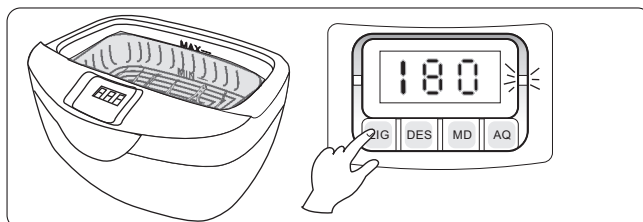
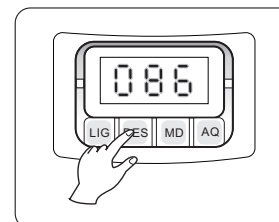

Fig. 14
Fig.15
- 7► Pressione a tecla **LIG** para iniciar a limpeza (Fig. 14), neste momento o operador ouvirá o ruído típico do funcionamento do equipamento, ou seja, a cavitação. Para interromper o ciclo temporariamente pressione a tecla **DES** (Fig. 15), para retomar a limpeza pressione **LIG** novamente.